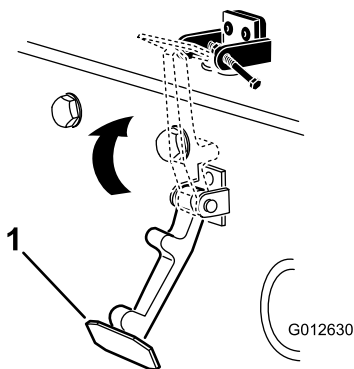

Bild 17
6. Haken Sie den Riegel in die Halterung des Motorhaubenriegels ein (Bild 17).